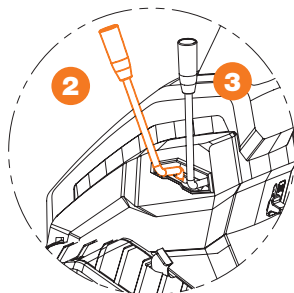

Рис. 14
- Переведите рычаг сцепления лезвия в положение **2** (Рис. 14).
- Поднимите режущее устройство в самое высокое положение. Установите рычаг сцепления лезвия в положение ③ (Рис. 14).
- Рукоятка сцепления всегда в положении ② (Рис. 14).
- Переведите рычаг сцепления лезвия в положении ② (Рис. 14).
- Всегда установите рычаг сцепления лезвия в положение **2** (Рис. 14).